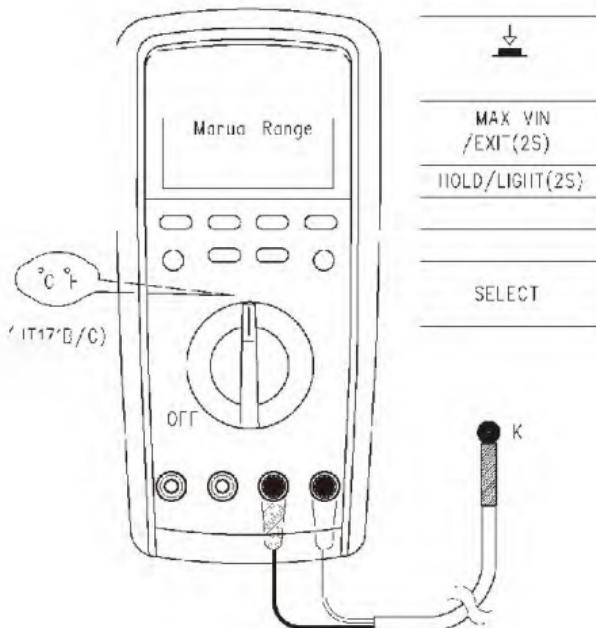

Abbildung 9
7. Temperaturmessung (Siehe Abbildung 9)